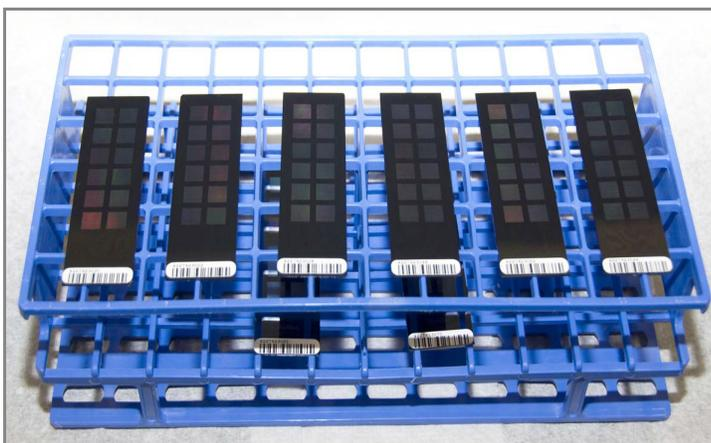

Рис. 74 Чипы BeadChip на штативе для пробирок
- Поместите чип BeadChip горизонтально на планшет для пробирок таким образом, чтобы штрихкод был направлен вверх и находился на ближнем к вам конце чипа (Рис. 74).
21. Извлеките оставшиеся чипы BeadChip и разместите их на штативе для пробирок, следуя инструкциям в пункте 19, таким образом, чтобы шесть чипов находились на верхнем уровне штатива и два чипа — на нижнем (Рис. 74). Края чипов со штрихкодами должны находиться ближе к вам, а положение чипов BeadChip должно быть полностью горизонтальным.